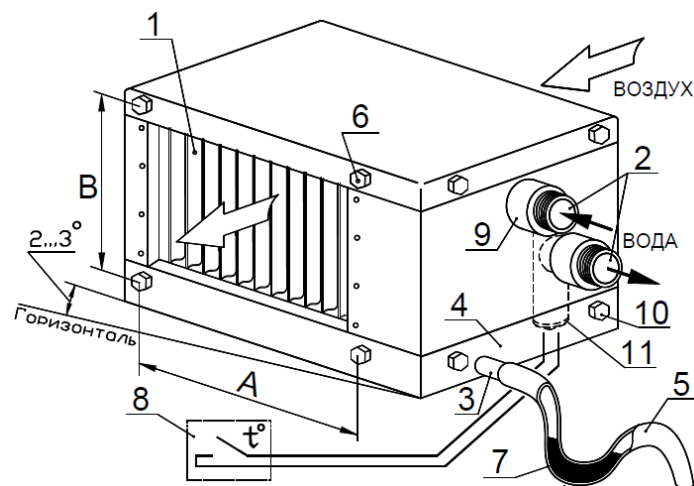

Рисунок 5.1 – Монтаж воздухоохладителей
5.1.5. Устанавливать воздухоохладители в канал вентиляции необходимо в положении дренажный поддон снизу с небольшим наклоном ($2 - 3^{\circ}$) к горизонтали в сторону сливного патрубка, для свободного слива конденсата из поддона 4 (см. рисунок 5.1).
5.1.7. Трубы подвода хладагента (воды) должны иметь индивидуальное крепление и не опираться на патрубки коллекторов 2 (см. рисунок 5.1).
- техническое обслуживание №1 (ТО-1): проводится ежемесячно. Производится контроль работоспособности дренажной системы и в случае необходимости снятие и чистка поддона (рисунок 5.1, поз.4) и его дренажной системы (поз.5). Для снятия поддона достаточно удалить 4 нижних болта (поз. 6) и 4 нижних болта (поз. 11).